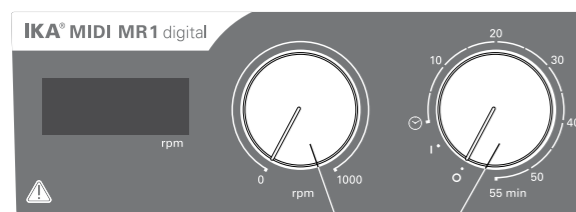

Fig. 3
- ☞ Slå på apparaten genom att vrida vridknoppen **"På/av"** och **"Timer"** (B, se Fig. 3) medurs till position **"1"**.
- ☞ Stäng av apparaten genom att vrida vridknoppen **"På/av"** och **"Timer"** (B) till position **"0"**.
- ☞ Ställ in motorvarvtalet med reglerknoppen **"Varvtal"** (C, se Fig. 3). Motorvarvtalet kan ställas in till mellan 0 och 1000 rpm för **MIDI MR 1 digital** och till mellan 0 och 600 rpm för **MAXI MR1 digital**.